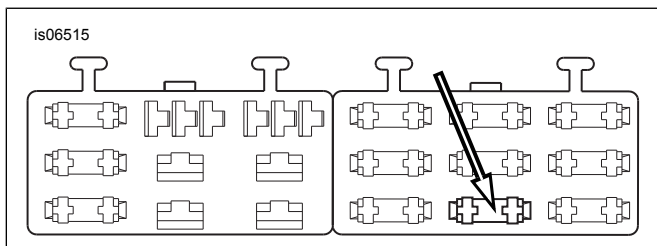

Figura 25. Cavitatea "OPEN" din blocul de siguranță (Dyna 2004-ulterioare)
3. Consultați Figura 25. Îndepărtați șurubul de împământare (1), amplasat:
4. Consultați Figura 25. Identificați cavitatea siguranței indicate ca "OPEN" pe capacul blocului de siguranțe în dreapta acestuia. Introduceți conectorul rotund peste firul portocaliu/alb al adaptorului până se oprește. Consultați un terminal din vecinătate, instalat din fabrică, pentru a compara și a verifica orientarea și adâncimea corectă.